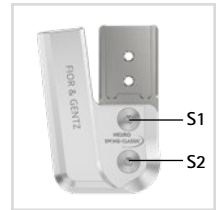

fig. 15
- 5 Vissez la deuxième vis à tête fraisée (vis axiale, S2 ; fig. 15).
- 1 Desserrez à nouveau les vis de la plaque supérieure (fig. 15) après en avoir vérifié la bonne mobilité et retirez-les de la plaque supérieure.
- 3 Bloquez les vis de la plaque supérieure (fig. 15) au couple correspondant à la largeur modulaire.